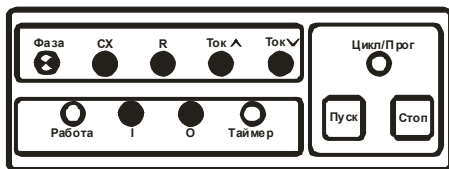

Рис.14
6.4.3 Для поддержания давления воды в напорном гидробаке с помощью реле давления, подключение реле нужно выполнить так, как указано на рисунке 15. Положение контактов реле показано при малом давлении. В первом блоке режимов сигналы «I» и «O» программируются в соответствии с п.п. 3.17.4 и 3.17.6 (рис.14):
6.4.4 Для поддержания уровня воды в бассейне с помощью поплавкового датчика (замкнутый контакт при малом уровне), подключение нужно выполнить так, как указано на рисунке 16. Положение контактов датчика показано при низком уровне. В первом блоке режимов сигналы «I» и «O» программируются в соответствии с п.п. 3.17.4 и 3.17.6 (рис.14).